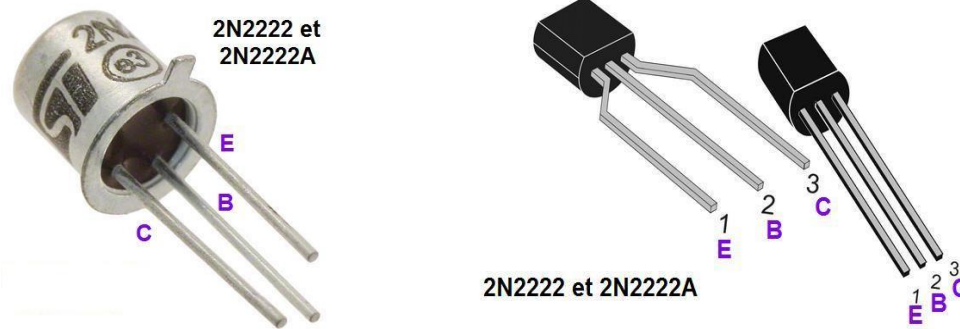

Figure. 4 : Brochage du transistor 2N2222 et 2N2222A.
- a. Réaliser le montage (prendre en compte le brochage du transistor 2N2222 (Figure. 4)) ci-dessous :